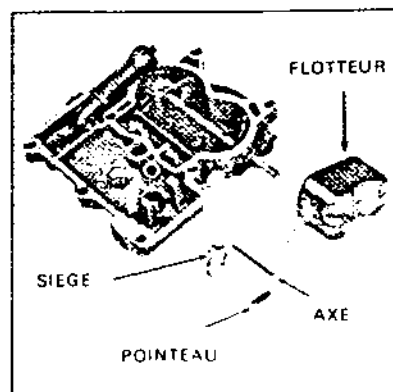

Figure 4-5B
- (a) Placer l'ensemble de corps à l'envers sur l'établi. Retirer l'axe de pivot du flotteur et retirer l'ensemble flotteur du couvercle. Déposer le pointeau du levier de flotteur. Retirer le siège du pointeau et le joint en fibre (voir Figure 4-5B).